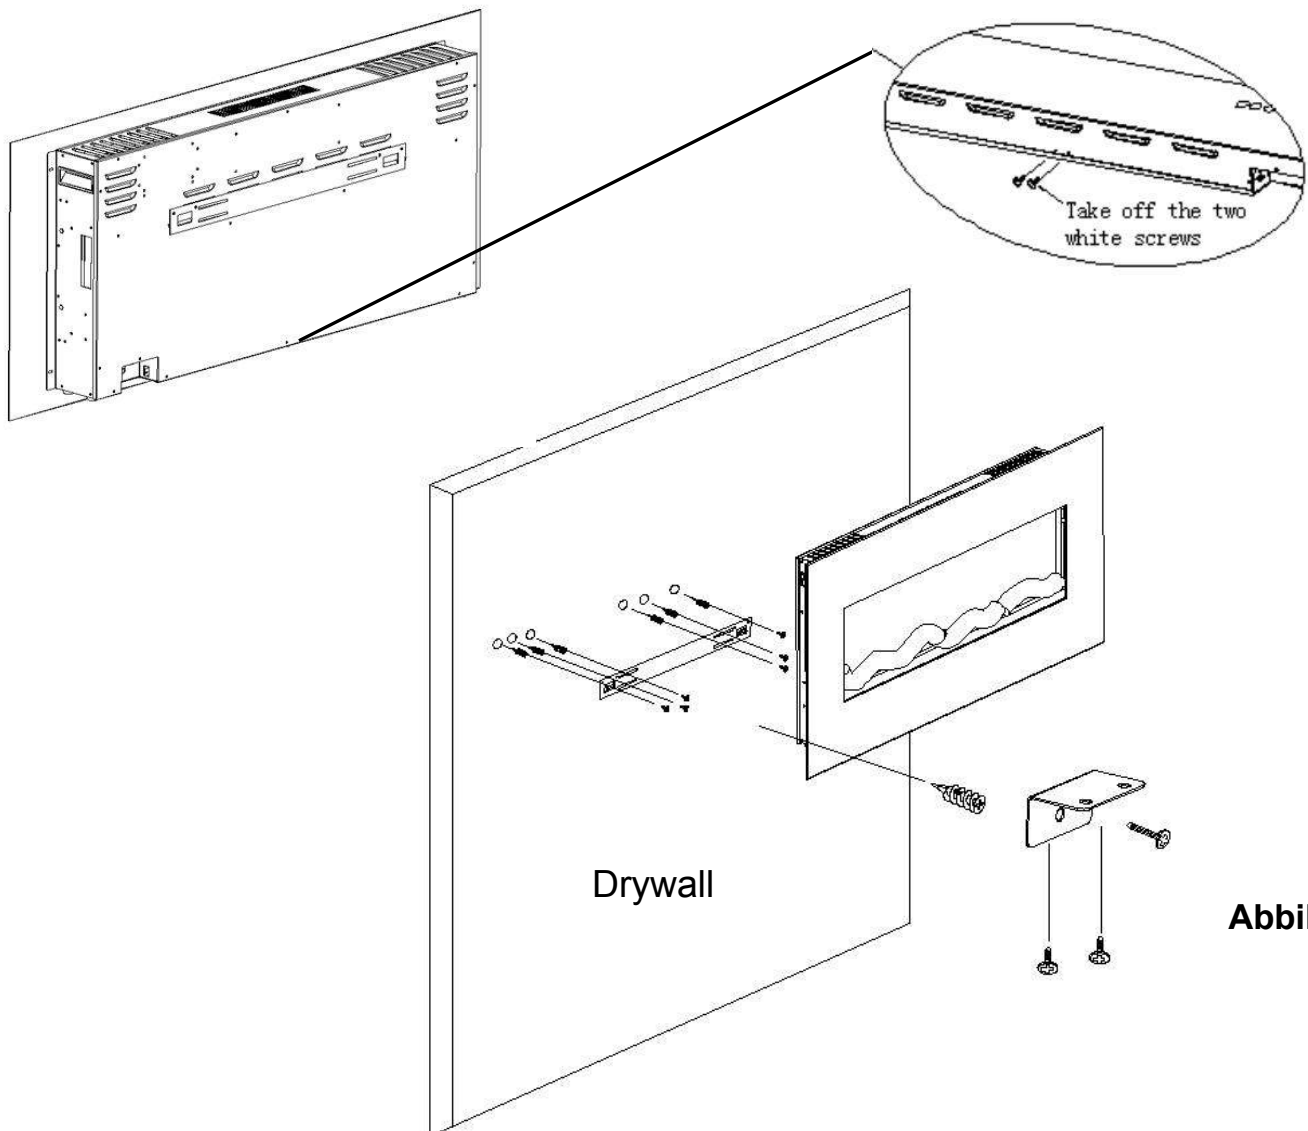

Abbildung 2.
B. Entfernen Sie die beiden weißen Schrauben vom Boden des Kamins, schrauben Sie dann den Befestigungswinkel auf der einen Seite mit den weißen Schrauben an den Boden des Kamins und auf der anderen Seite an die Wand mit den mitgelieferten **Ankern (C)** und **Holzschrauben (B)** fest. **Abbildung 2.**